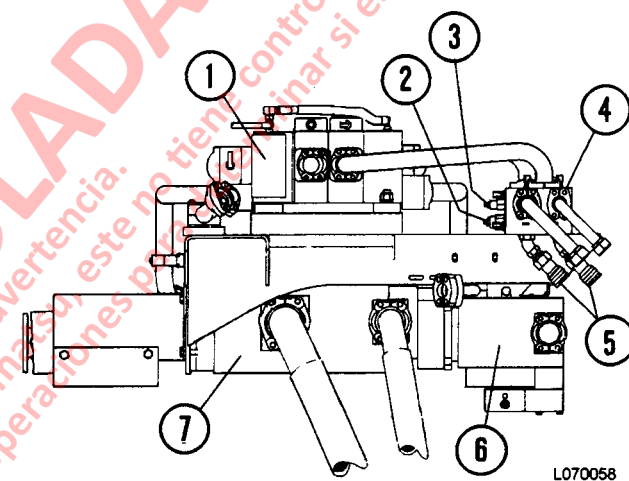

FIGURA 7-4. MODULO DE LA BOMBA
El múltiple sobre el centro (4, Figura 7-4), ubicado en el módulo de la bomba en la parte trasera de la válvula de elevación (1) contiene la válvula de contrabalance (2). Esta válvula controla la presión del cojín de aceite en el área anular del cilindro de elevación cuando la tolva se aproxima al ángulo máximo de volteo. La válvula limita la acumulación de presión máxima liberando la presión excesiva de 3000 psi (20,400 kPa), evitando un posible daño del sello.
El aceite proveniente de la bomba de elevación entra en las secciones de entrada de la válvula de elevación en la lumbrera (11); pasa a través de la válvula de retención (18) y se detiene en el paso de alta presión cerrado (19) en los dos carretes principales (7 y 8) como se muestra en la Figura 7-4.